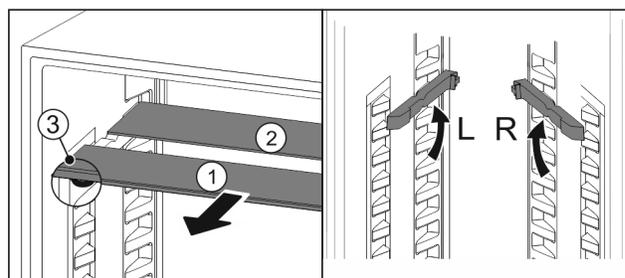

Fig. 72
- ▶ Sortir les tablettes par l'avant Fig. 72 (1).
- ▷ La tablette en verre Fig. 72 (1) avec bordure décorative est située à l'avant.
- ▷ Les butées Fig. 72 (3) sont orientées vers le bas.